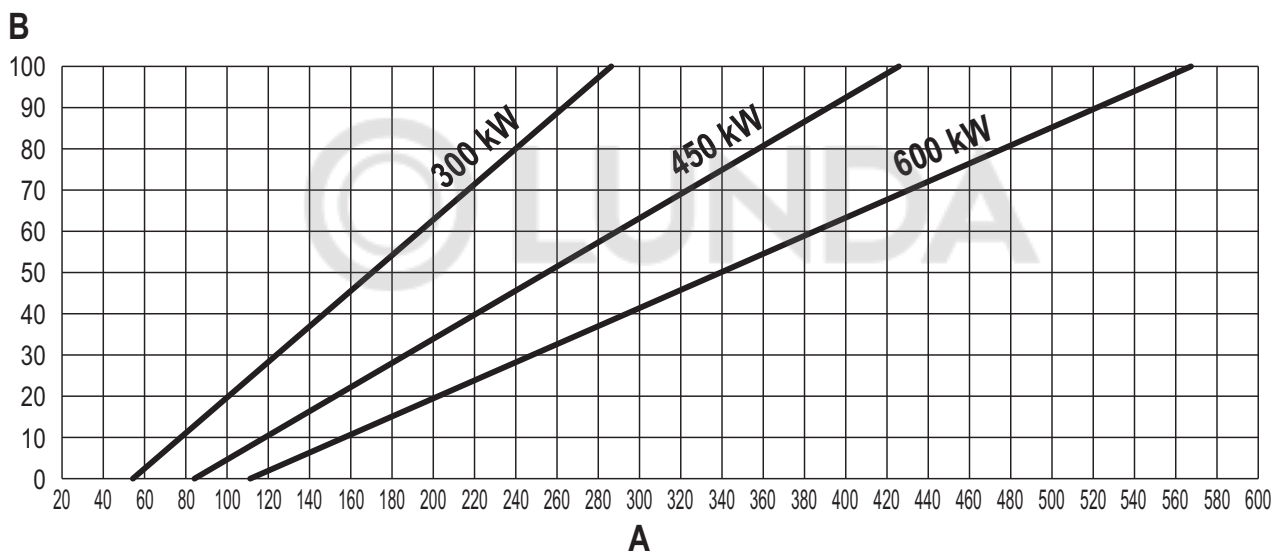

рис. 84
- Используйте **контекстные клавиши 1 и 2** для увеличения или уменьшения теплопроизводительности (минимальная = 00, максимальная = 100). См. диаграмму "Регулировка теплопроизводительности" (рис. 84).